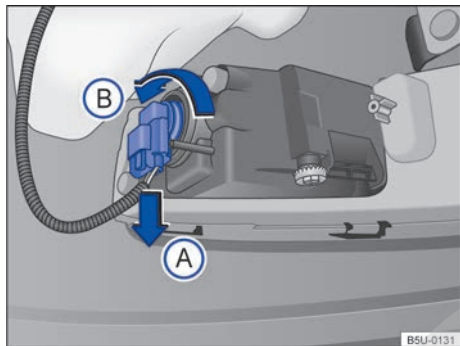

Fig. 173 Detrás del parachoques delantero: acceso a la lámpara incandescente del farol de neblina.
2. Desenganchar el conector de alimentación de la lámpara → fig. 173 en el sentido de la flecha (B), presionar, al mismo tiempo, la traba de fijación del conector.
3. Girar el portalámparas → fig. 173, en el sentido antihorario de la flecha (B), y desengancharlo del alojamiento.